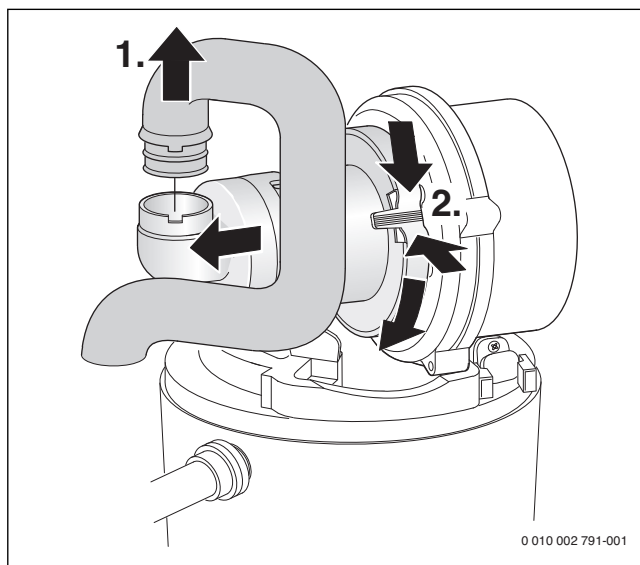

Fig. 51 Smontare il tubo di aspirazione e il dispositivo di miscelazione
- ▶ Smontare il dispositivo di miscelazione (→ fig. 51).